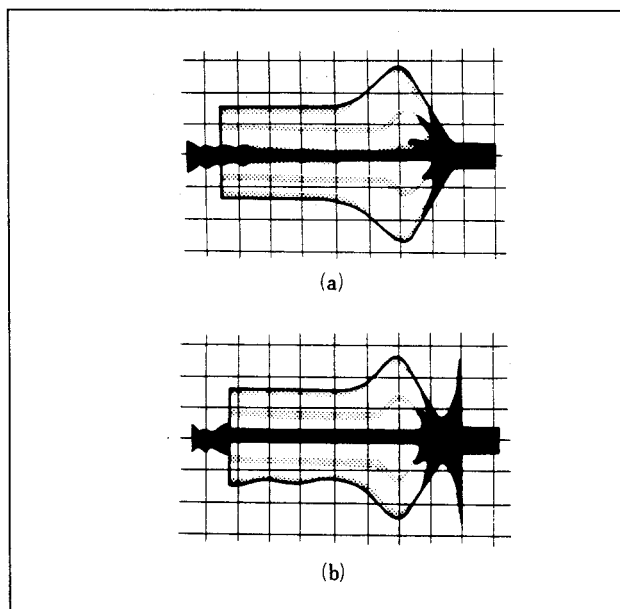

図4-11.
- 5) このとき、出口自由波形が図4-11(a), (b)に示す範囲内であることを確認する。